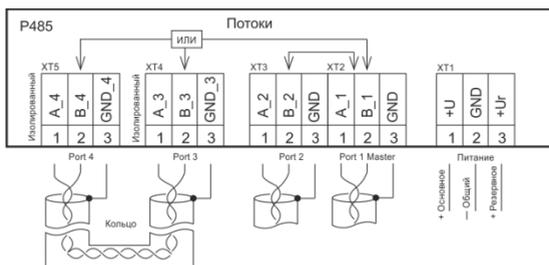

Рис.4. Режим работы «Петля (кольцо)»
5.2 Режим работы «Петля (кольцо)» (см. рисунок 4)